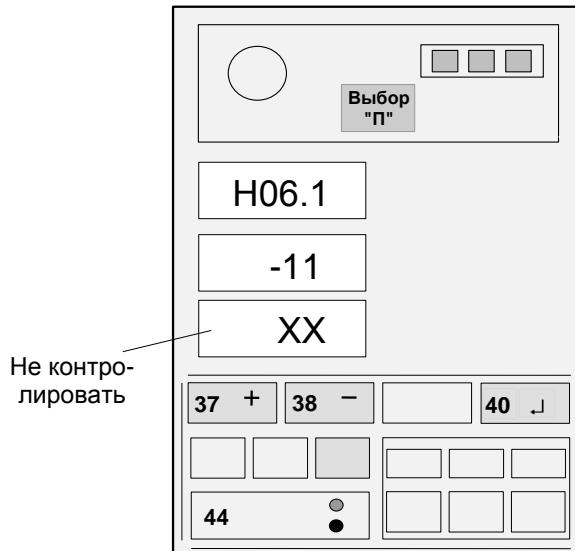

Рисунок 13 - Ввод температурного коэффициента
Если значение температурного коэффициента, указанное на жгуте ПрУ, отличается от значения, выдаваемого на средний ИЖЦ, нажатием кнопки 44 установить на верхнем ИЖЦ код "H06.1", а затем, нажимая кнопки "+" (37) и "-" (38), установить на среднем ИЖЦ значение коэффициента для ПрУ (см. рисунок 13 для коэффициента M11), причем знак плюс на индикаторе не отображается, а знак минус отображается символом " - ".